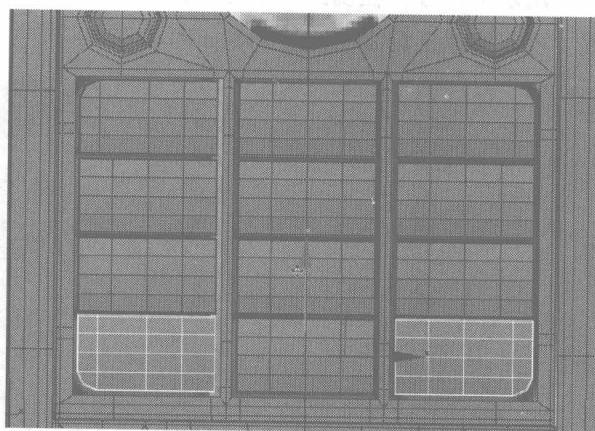

图 4.588
- 45** 继续将如图 4.588 所示的两个按钮镜像、移动位置。